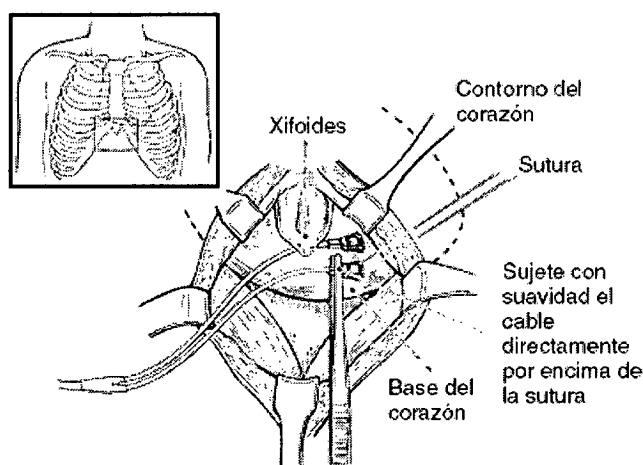

Figura 2. Exposición de la superficie epicárdica y utilización del cable como sonda de tanteo.
2. Antes de la implantación, el cable epicárdico puede utilizarse como una sonda de tanteo dejándolo descansar contra el epicardio. Los umbrales de estimulación y las amplitudes de la señal de detección pueden medirse en varias posiciones a fin de encontrar el lugar de conexión adecuado (Figura 2). Cada vez que el electrodo toca el epicardio, se diluye cierta cantidad de esteroide. Por ello, **cuando determine la mejor posición eléctrica para el electrodo, conviene desplazarlo lo menos posible.**